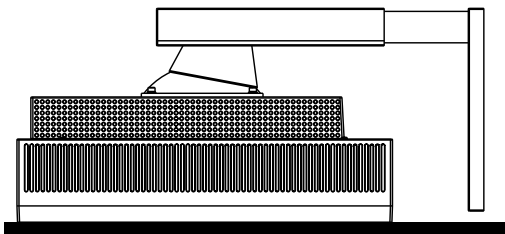

Figura S.1
2. Sitúe el monitor boca abajo en una superficie no abrasiva (**figura S.1**).